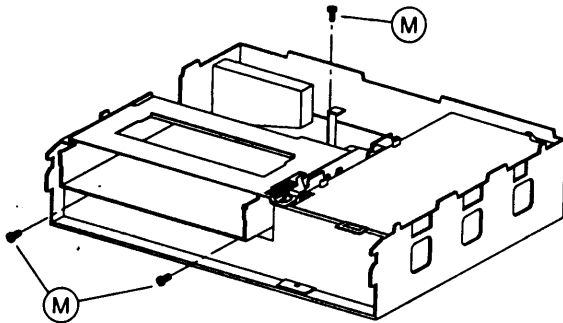

Fig. 8
- Schrauben (M) entfernen (Fig. 8) und gegebenenfalls Steckverbindungen zur Elektronik lösen (Kapitel 7).
- Remove the screws (M) (Fig. 8) and the plug connectors to the electronics if necessary (Par. 7).